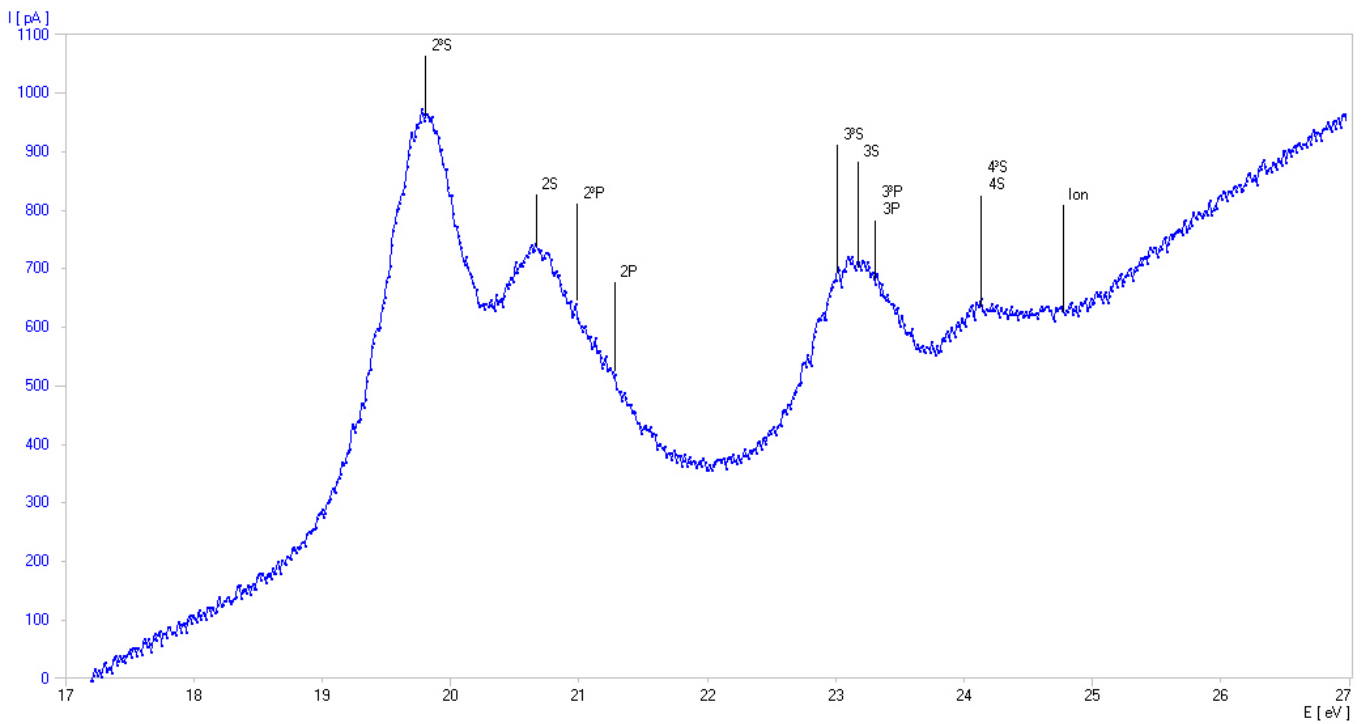

Fig. 5 : Courant collecteur I_R en fonction de la tension d'accélération U_A .
- Dans le diagramme mesuré, identifiez les potentiels critiques listés au tableau 1 (comparer à la figure 5).